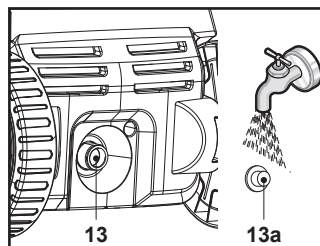

Fig. 20
2. Remova o filtro (13a) do conector de entrada de água (13) e enxague sob água corrente para remover quaisquer objetos estranhos (Fig. 20). Em seguida, volte a instalar o filtro (13a).